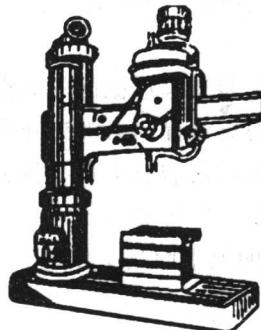

图1-5 摆臂钻床
- (1) 立式钻床。用于加工中小型工件。
- (2) 台式钻床。用于加工小尺寸工件。
- (3) 摆臂钻床。用于加工大中型工件,如图1-5所示。
- (4) 专门化钻床。在成批和大量生产中用于钻轴类零件。